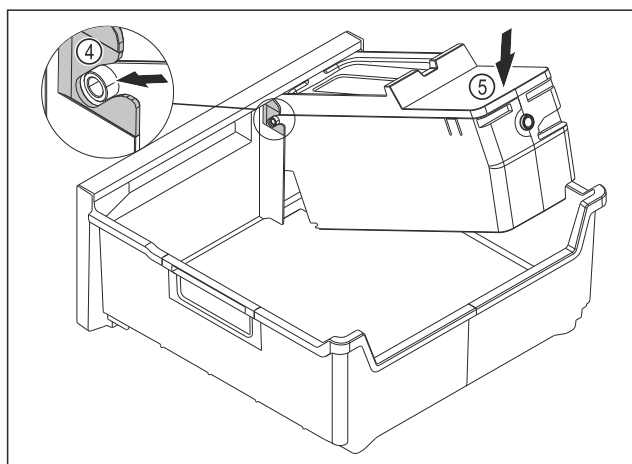

Fig. 148
- EasyTwist-Ice-corporus monteren: Assen van de EasyTwist-Ice-corporus in de geleidingen Fig. 148 (4) schuiven.
- EasyTwist-Ice-corporus Fig. 148 (5) achter omlaag drukken.